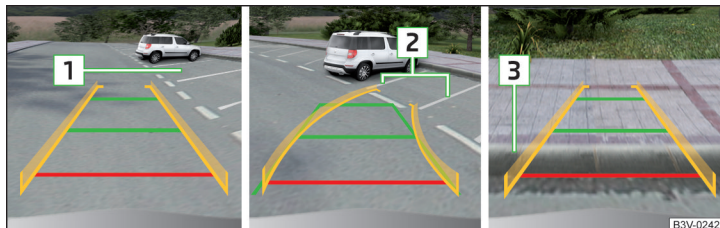

Fig. 280 Afișarea pe ecran
- Treceți încet pe lângă spațiul de parcare ales **❶** » fig. 280 și opriți autovehiculul.
- Virați volanul astfel încât liniile care delimitează carosabilul să conducă spre spațiul de parcare **❷**.
- Opriti autovehiculul cel târziu când linia roșie atinge limita din spate a spațiului de parcare (resp. bordura) **❸**.